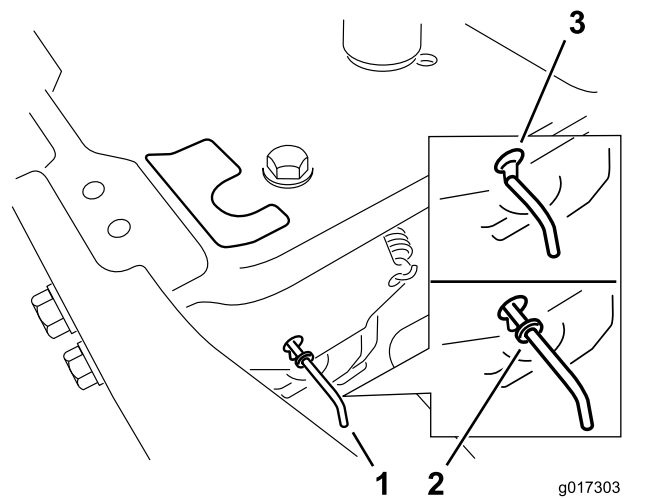

Figura 19
4. Spostate in avanti le leve di bypass attraverso il foro della chiavetta, quindi verso il basso per bloccarle in posizione (Figura 19).
Spostate indietro le leve di bypass attraverso il foro della chiavetta, quindi verso il basso per bloccarle in posizione, come illustrato in Figura 19.